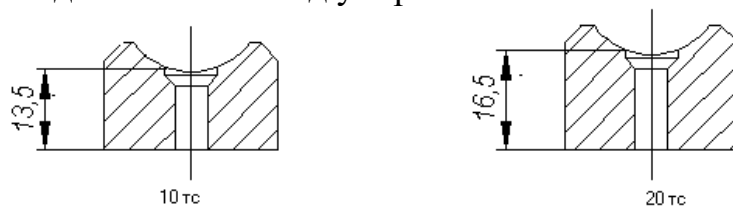

Рис. 2.1. Упор датчика силы ИВЭ-50-2  $R_{ном}=10$  тс и 20 тс.
4.2. Конструкции датчиков на 10 тс и 20 тс отличаются высотой среднего упора 3. На рис. 2.1. приведен внешний вид упора.